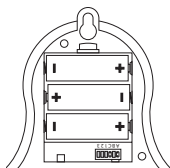

Figura 3
3. **Instale 3 pilas alcalinas tipo "AA".** Asegúrese de que estén correctamente colocadas (vea la Figura 3).